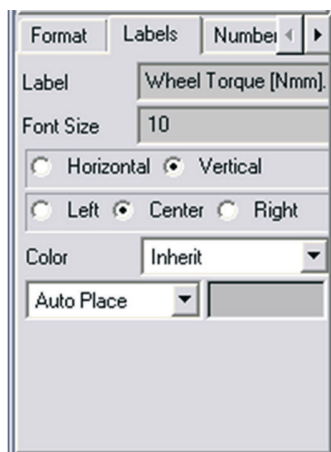

Figura 4.167 – Personalizando o eixo vertical.
- Selecione a aba *Labels*, e insira o texto “*Steering Wheel Torque [Nmm]*” no campo *Label* (Figura 4.167).